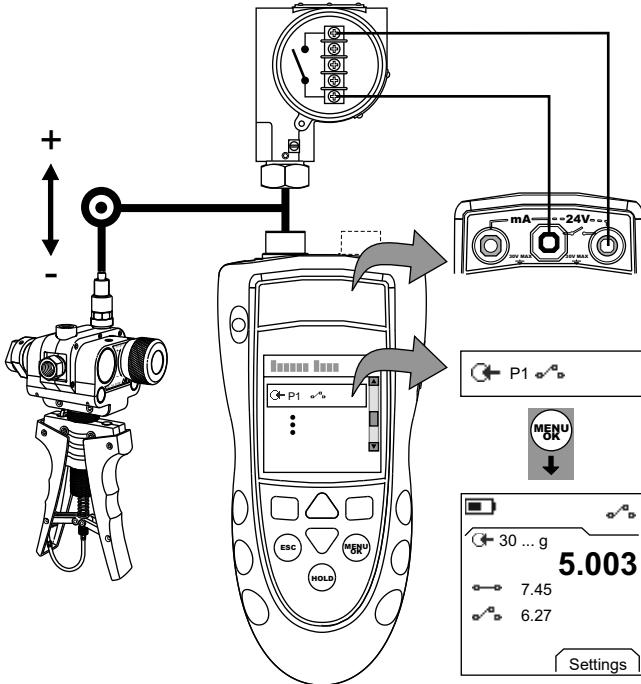

Рисунок 4: Пример конфигурации. Проверка выключателя
- Подключите прибор (Рисунок 4) и при необходимости отрегулируйте *Set Up* (*Настройка*) (Таблица 1).